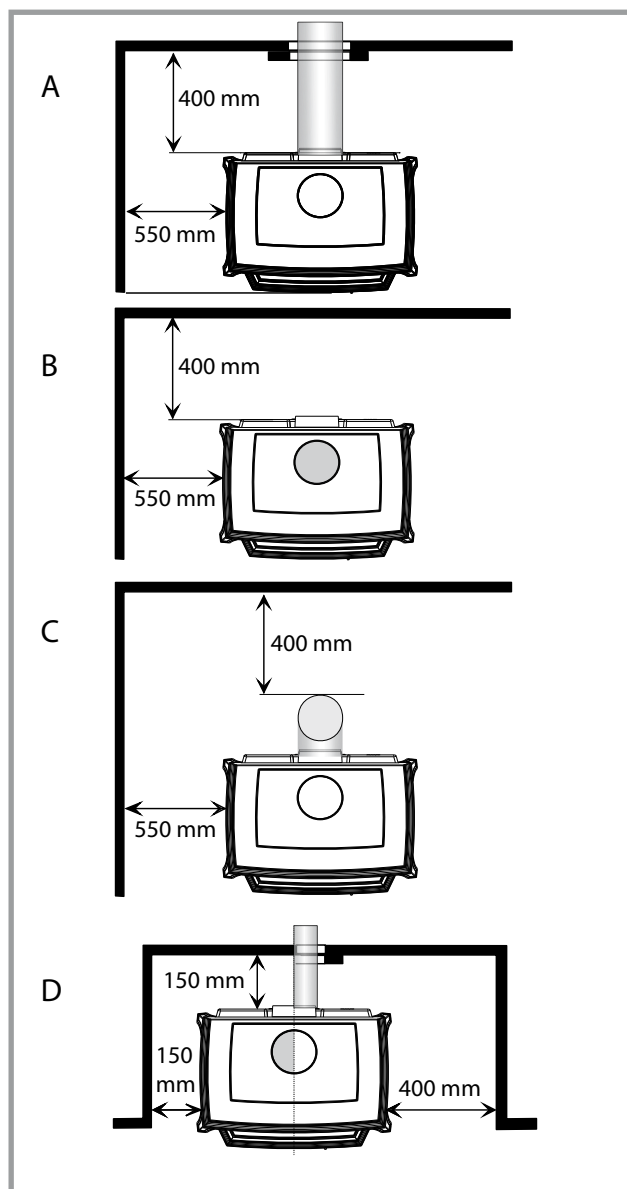

Figure 2 - Dégagement minimum d'installation
**Faire bien attention de respecter les dégagements d'installation jusqu'aux cloisons en matériau combustible (rep. A, B et C, fig. 2), aux parois en matériau non-combustible (rep. D, fig. 2). Ne mettre aucun objet en matériaux combustibles ou rideaux, tentures etc.**